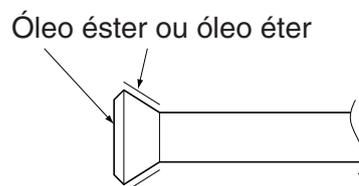

Fig. 13
- Ao ligar a porca de alargamento, revista a secção de alargamento (interna e externamente) com óleo éter ou óleo éster, rode três ou quatro vezes e, depois, aparafuse. (Consulte a Fig. 13)